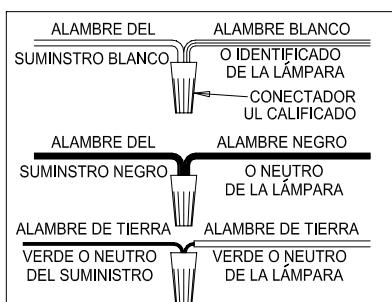

FIG.2
2.-TECHOS SUSPENDIDOS: Coloque el aplique en el enrejado del techo de modo que las barras "T" (5) pasen por las muescas (6) de las barras para colgar. Cierre las barras doblando sus extremos, a fin de acoplar las lengüetas integrales (7). De ser necesario, afiance con tenazas.
3.- UBIQUE LA CAJA (8) a lo largo de las barras para colgar (2) en la posición deseada y, usando tenazas, apriete bien las 4 trabas (10) en el bastidor de yeso (11) sobre las barras-para impedir que la caja se mueva. Los colgadores de barra pueden ser instalados en otras ranuras (12) cuando las condiciones de montaje lo exijan.
4.- ABRA LA TAPA DE LA CAJA DE CONEXIONES (13) levantando el muelle de hoja.
5.- PASE LOS HILOS DEL SUMINISTRO: Por los conectores UL listado (no incluidos), en uno de los cinco agujeros ciegos (14) en la caja de conexiones (15) o, cable tipo NM (Romex), por una apertura encima de la placa de retención (16). Conecte los hilos (17) conforme a Fig.2. Reponga la cubierta.
6.- Regule la altura de la cubierta (8): Afloje los tornillos (18), baje la cubierta a ras del cieloraso y enrosque de nuevo los tornillos.
7.- Para proporcionar acceso a la caja de empalmes (15), después de acabar con el cieloraso, desenrosque los tres tornillos (18) que mantienen la cubierta (8) en posición. Baje la cubierta. Ahora se puede retirar la cubierta de la caja de empalmes (9) para hacer el mantenimiento.
9.- Para instalaciones herméticas o para cumplir con las exigencias del Código de Energía del Estado de Washington, llenar el espacio entre la cubierta (8) y el cieloraso (19) de muro de mampostería sin mortero con una masilla de silicona, cinta, o otro medio conforme al código local oficial. Se puede usar el Kit de Junta Progress Lighting P8584-01 (comprar por separado). (Vea Fig. 2).